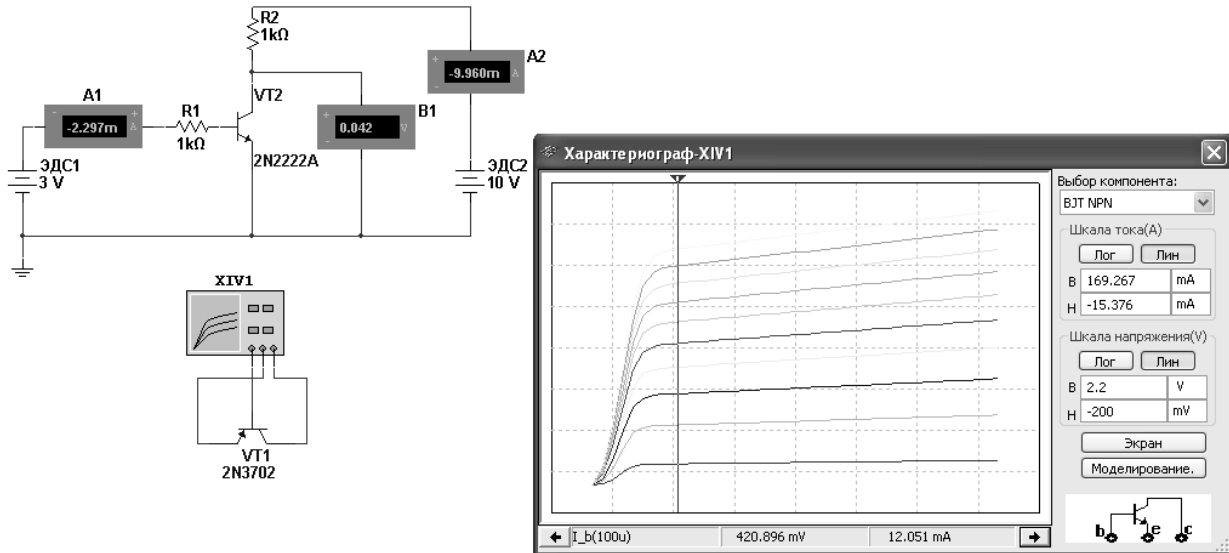

Рисунок 8.1 – Схема для снятия входных и выходных ВАХ биполярного транзистора в среде Multisim
8.1.1 На основании заданного преподавателем типа биполярного транзистора необходимо рассчитать сопротивление ограничивающих резисторов R_1 , R_2 (рисунок 8.1) с учетом обеспечения тока коллектора $I_k < 0,5 I_{k\ max}$. Заполнить таблицу 8.1.
8.1.4 На основании заданных преподавателем типов полевых транзисторов, необходимо рассчитать сопротивление ограничивающих резисторов R_1 , R_2 (см. рисунок 8.1) с учетом обеспечения тока стока $I_c < 0,5 I_{c \max}$. Заполнить таблицу 8.3.